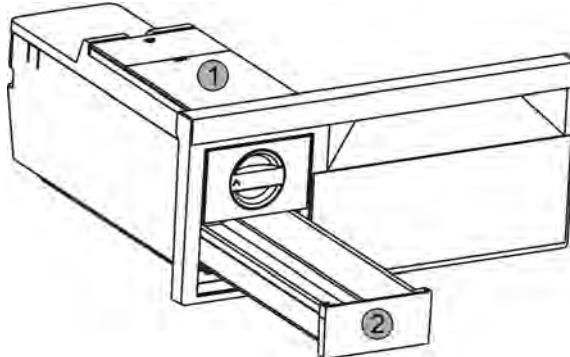

Fig. 36
- Извлечь бак для воды Fig. 36 (1) и выдвижной ящик для производства кубиков льда Fig. 36 (2).